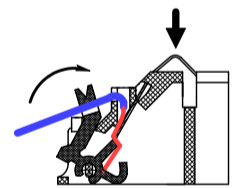

Рисунок 2
- ввести в канал провод и зафиксировать его, поджав кнопку-зажим до упора (рисунок 2);
– проверить надежность соединения для чего необходимо надавить на изгиб контакта, имитируя нажим датчиком (рисунок 2) и потянуть провод на себя;
- завести провод в паз, расположенный на кнопке-зажиме (рисунок 2).